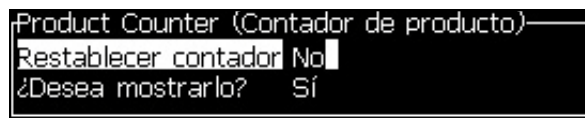

Figura 4-16: Cuadro de diálogo Contador del producto
- 3 Pulse la tecla *Intro* para abrir el cuadro de diálogo del contador de productos (Figura 4-16).